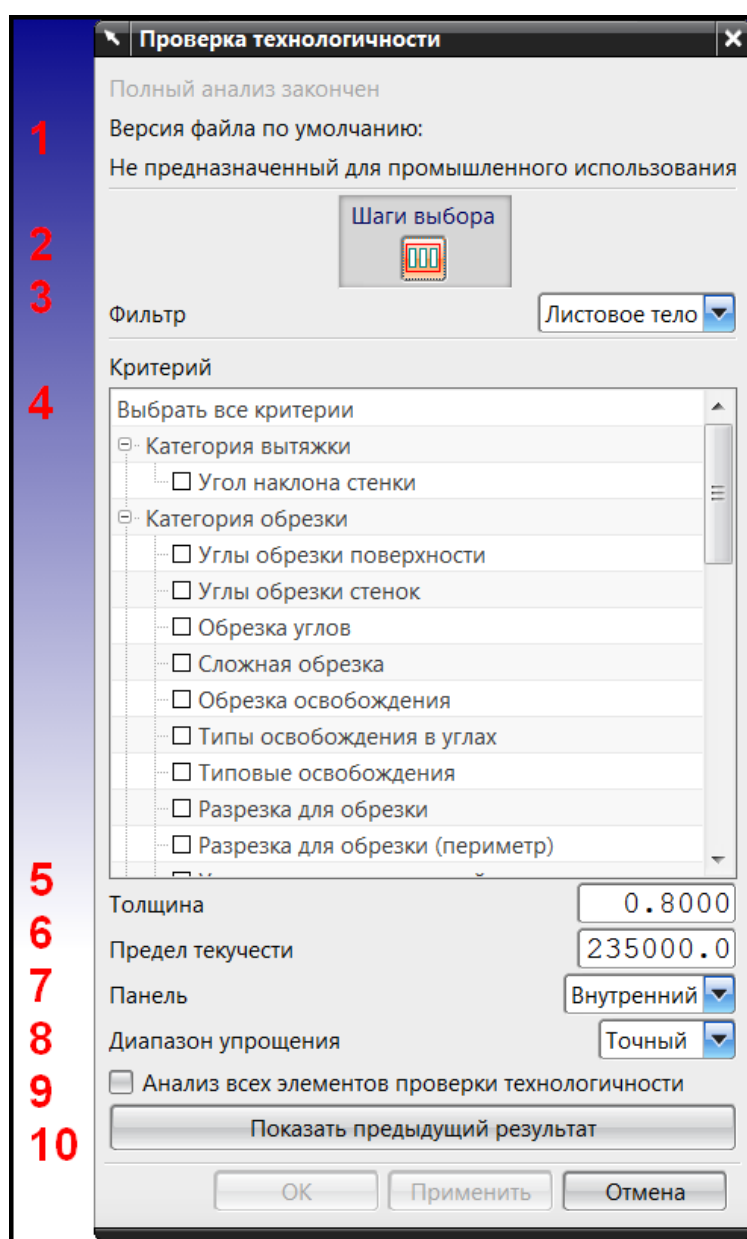

Рис. 4.32. Окно Проверка технологичности
Анализ технологичности изделий листовой штамповки и процессов их производства выполняют с помощью окна **Проверка технологичности** (рис. 4.32).
Структура окна **Проверка технологичности** (рис. 4.32) содержит следующие элементы.
- откройте окно **Мастер-процесс Проверка технологичности** (рис. 4.32);
- назначьте в списке **Критерий** (4) виды проверок технологичности, щелкая левой клавишей мыши по соответствующим окошкам ввода или выберите все критерии, сделав щелчок левой клавишей мыши по первой строке **Выбрать все критерии**;